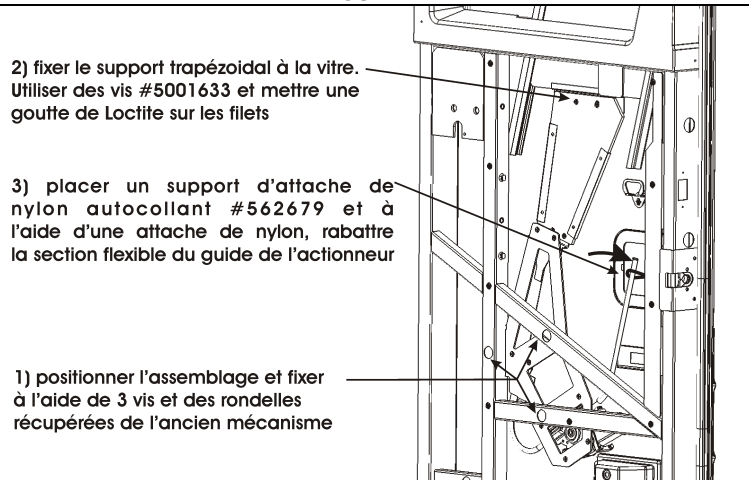

FIGURE 15
11. Installer l'assemblage selon les étapes de la figure 15.